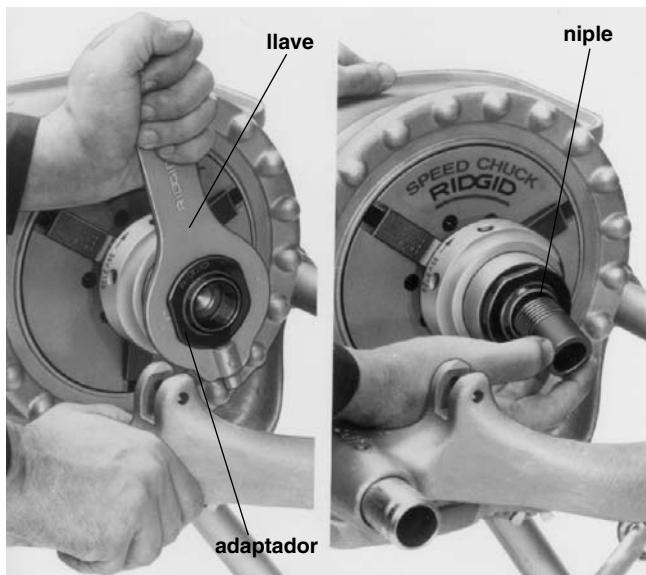

Figura 24 – Instalación del adaptador para el portaherramientas niplero y el niple
5. Seleccione el adaptador para el portaherramientas niplero del tamaño adecuado y atornílelo a mano en el portaherramientas niplero (*Figura 24*). Apriételo con la llave provista con el portaherramientas niplero.
6. A mano atornille el niple que fue roscado en un extremo (*Figura 24*) en el adaptador. Gire el interruptor direccional a la posición de ON (encendido) y oprima el interruptor de pie. Escarie y rosque el otro extremo.